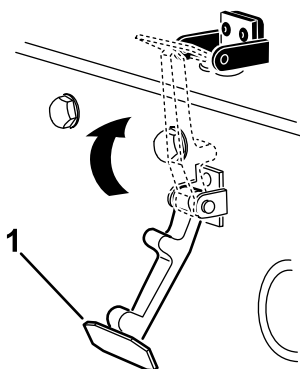

Figura 19
6. Enganche el cierre en el cerradero del capó (Figura 19).